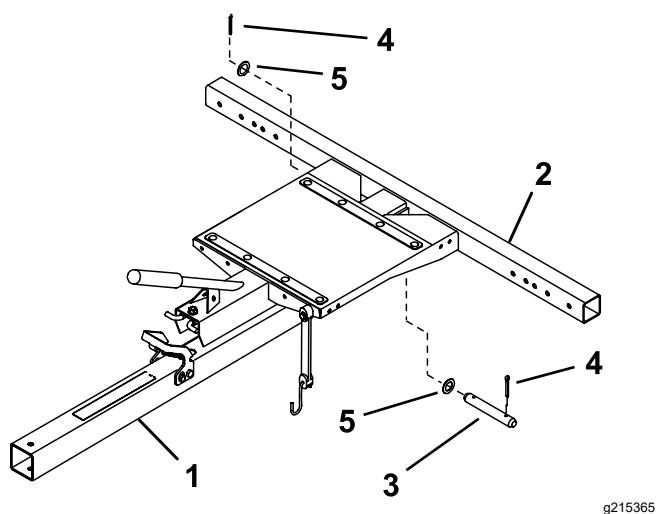

Figura 1
1. Introducei ansamblul limbii în ansamblul cadrului în timp ce aliniezi orificiile de montare din spate (Figura 1).
2. Fixai ansamblul limbii în ansamblul cadrului cu un tift cu cap i gaură pentru cui spintecat, 2 aibe i 2 cuie spintecate (Figura 1).